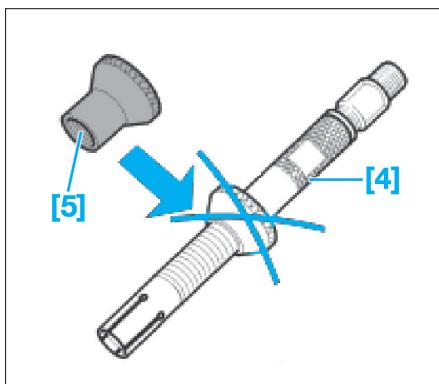

FIG. 3
- [4]. Mandrin de centrage (réf : T9995663) (Fig.3).
- [5]. Adaptateur pour mandrin de centrage (réf : T998742) (Fig.3).